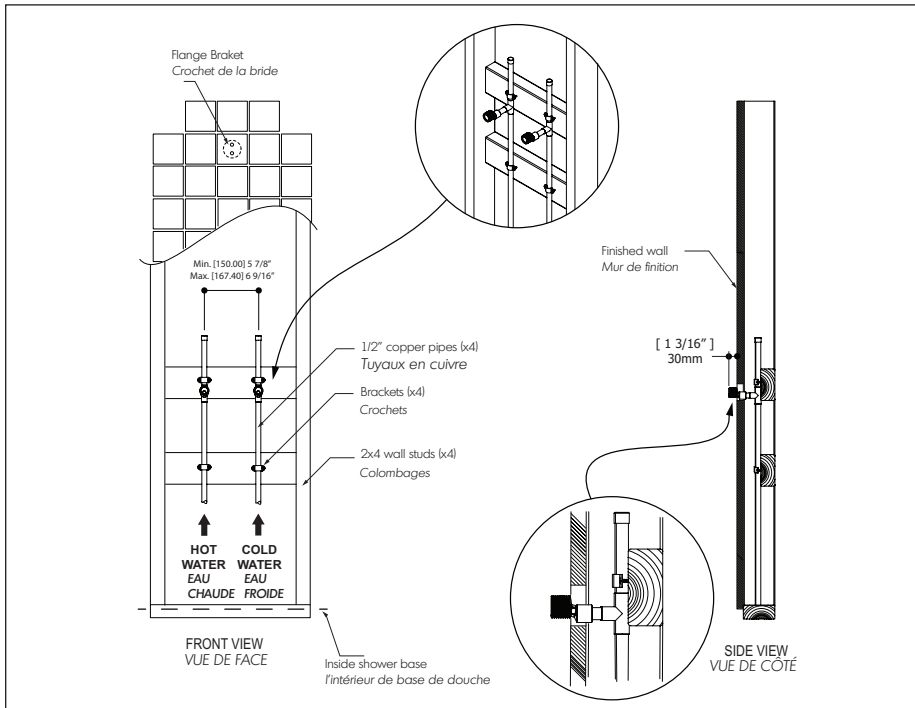

Fig.1
-The pipes should be installed vertically at a distance of 5 7/8" center to center (fig.1).
-Les tuyaux doivent être installés verticalement à une distance de 5 7/8" centre à centre (fig.1).
-Fix the cylinder (4) to the wall support (5) with the screw (3). Position the wall support (5) at distance of 38 1/2" from the center of the water pipes. Mark the position of two holes (1) and drill two holes 1/4". Insert the plastic anchors (2) into the holes and fix the support with supplied screws (6).
-Fixer le cylindre (4) au support mural (5) avec la vis (3). Positionner le support mural (5) à une distance de 38 1/2" du centre des tuyaux d'eau. Marquer la position des deux trous (1) et percer deux trous de 1/4". Insérer les chevilles plastique (2) dans les trous et fixer le support avec les vis fournies (6).